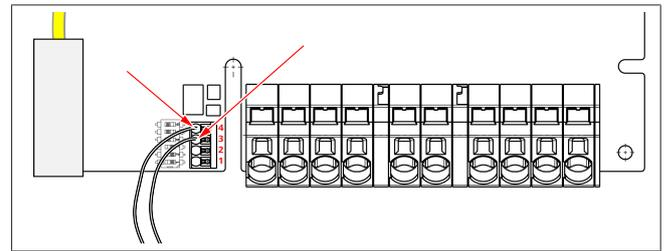

Fig. 9
Il comando potenza attiva secondo la direttiva conforme a VDE AR-4100 dovrebbe essere collegato come descritto di seguito: I due cavi del ricevitore di segnali di comando centralizzati devono essere inseriti in questo connettore in posizione 3 e 4 (v. Fig. 9). L'assegnazione (sequenza) di entrambi i cavi alle pos. 3 e 4 si può scegliere liberamente (sezione max del cavo 1,5 mm²).